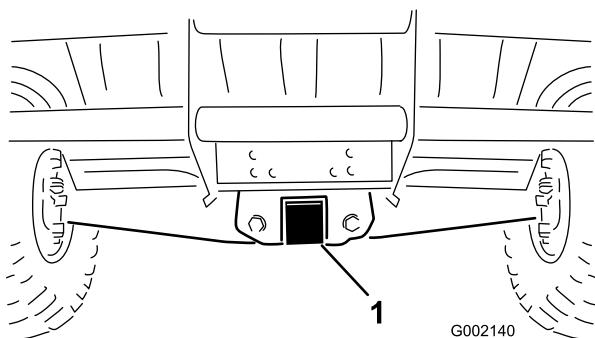

Bild 28
Beachten Sie für die Position der Vergurtungsstellen die Bilder Bild 27 und Bild 28.
2. Befestigen Sie ein Schleppkabel an der Lasche am vorderen Rahmen (Bild 28).